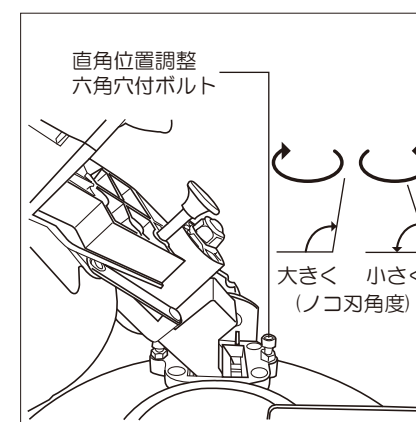

図15
- ③直角位置調整六角穴付ボルトは、右に回すとノコ刃角度が大きくなり、左に回すと角度は小さくなります(図15参照)